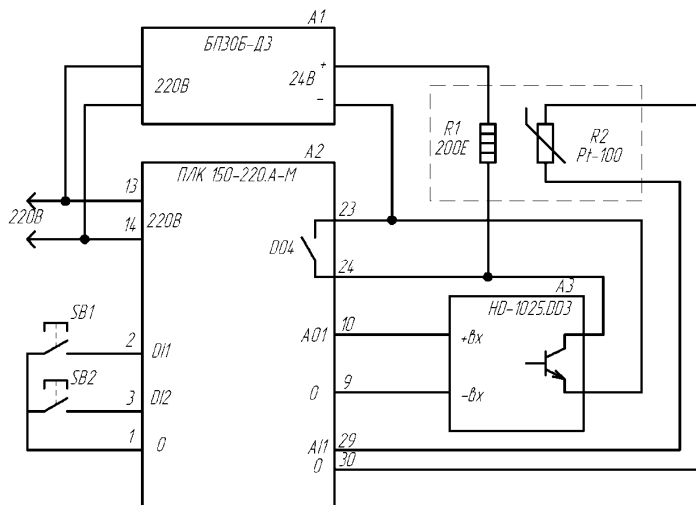

Рис. 3.1. Схема лабораторной установки
3. Реализовать программу, считывающую состояния входов DI1, DI2, подключенных к кнопкам SB1, SB2 (рис. 3.1), и формирующую сигнал на выходах DO1 и DO2, в соответствии с вариантом из таблицы.
Схема лабораторной установки приведена на рис. 3.1.